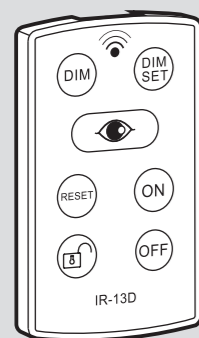

FIG.1
- 2.3 O controlo remoto pode ser transportado num porta-chaves (ver FIG.1)
- A pilha está incluída no aparelho, deve para o efeito, retirar a proteção plástica que a envolve para colocação em serviço (ver FIG.1).